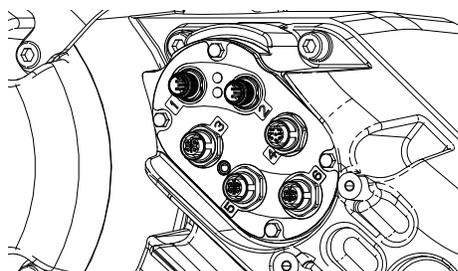

FIG. 49
- c. Afloje el prensacables (CG).
- d. Retire los cables del alojamiento del controlador tirando de ellos a través del prensacables (CG).
- e. Desconecte los cables conectados a los puertos 1-6 del lado del controlador (AB), mostrados en la FIG. 49.